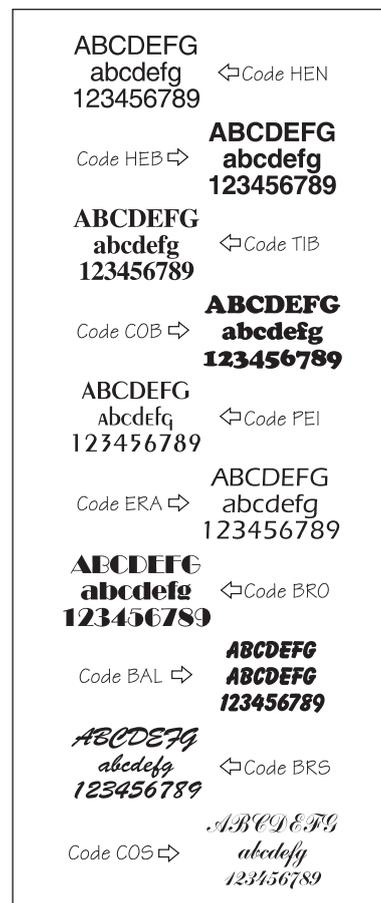

Fig. 27 : Lettrage
15. Lettrage: voir fig. 27 page 14